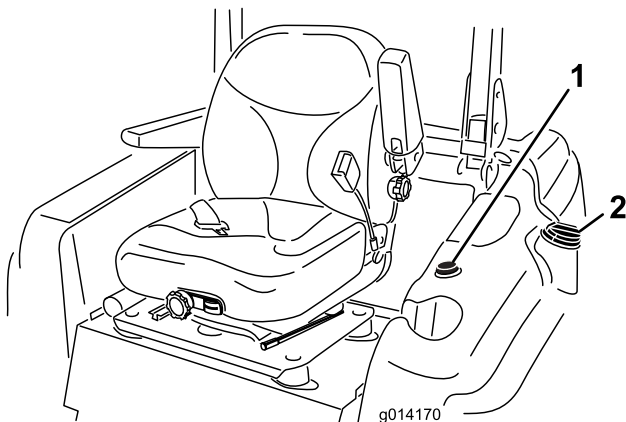

Figura 10
3. Limpie la zona alrededor del tapón del depósito de combustible y retire el tapón (Figura 10).